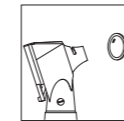

fig.2
- Wählen Sie eine geeignete Spitze für den Gehörgang des Patienten aus, drücken Sie sie auf die Hand und schrauben Sie die Spitze im Uhrzeigersinn fest, wie in Abbildung 2 gezeigt. Die Spitze mit einem Dm. von 4 mm für Erwachsene und 2,4 mm für Kinder geeignet.;